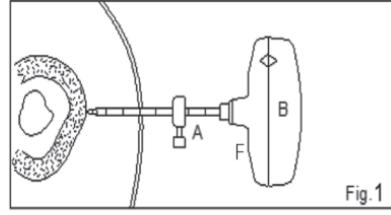

Fig.1
- FIG. 1** In base alla profondità dell'osso da raggiungere, regolare il misuratore di profondità sulla cannula di taglio (A) sul contrassegno di centimetri appropriato e serrarlo per avere una guida visiva. Ruotando in senso antiorario introdurre la cannula di taglio, il mandrino e l'impugnatura (A+B+F) assemblati fino a impegnare la superficie dell'osso. Nota – Per proteggere il tessuto molle, ruotare in senso antiorario durante l'inserimento attraverso il tessuto molle.